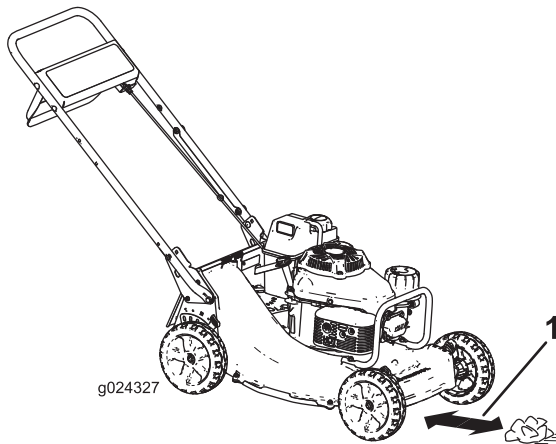

Figure 17
- Placez la boule de papier journal à 13 cm devant la machine (Figure 17).